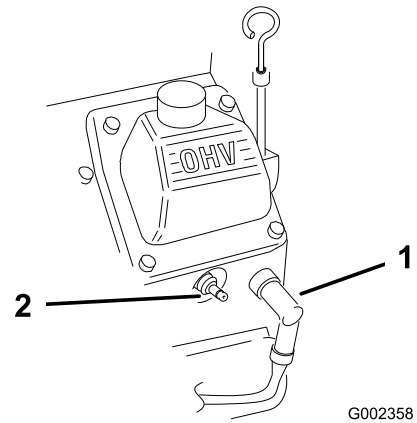

Figura 27
2. Desconecte los cables de las bujías (Figura 27).
3. Conecte los cables de las bujías a las bujías (Figura 27).